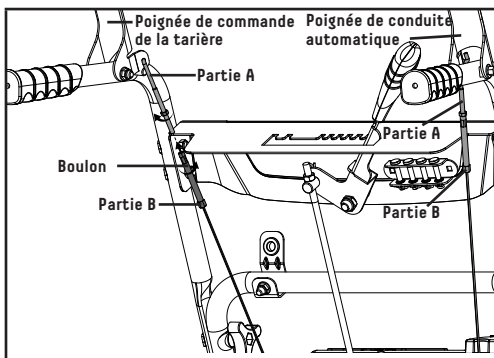

Figure 7
1. Le fil de commande de la tarière inclut la partie A et la partie B (figure 7).
2. Relevez la poignée de commande de la tarière à la position supérieure (figure 7).
3. Accrochez la partie A dans la poignée de commande de la tarière (figure 7).
- Reliez la partie A et la partie B du fil de commande de la tarière pour obtenir le point de tension naturel du fil (figure 7).
Pendant l'utilisation, si la tarière ou la poignée de commande de la conduite est trop lâche, vissez le boulon (figure 7) de la partie A pour obtenir le point de tension naturel du fil.